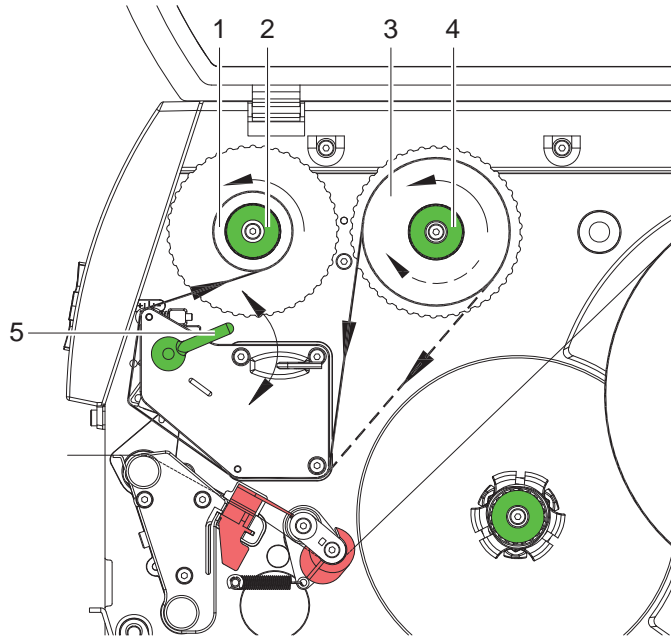

Bild 14 Transferfolienlauf
2. Hebel (5) in Gegenuhrzeigerrichtung drehen, um den Druckkopf anzuheben.
3. Transferfolienrolle (3) so bis zum Anschlag auf den Abwickler (4) schieben, dass die Farbbeschichtung der Folie beim Abwickeln nach unten weist. Beim Abwickler (4) ist keine Rotationsrichtung vorgegeben.
4. Transferfolienrolle (3) festhalten und Drehknopf am Abwickler (4) gegen den Uhrzeigersinn drehen, bis die Transferfolienrolle fixiert ist.
5. Geeigneten Transferfolienkern (1) auf den Transferfolienaufwickler (2) schieben und in gleicher Weise fixieren.
6. Transferfolie wie in Bild 14 durch die Druckmechanik führen.
7. Transferfolienanfang mit einem Klebestreifen am Transferfolienkern (1) fixieren. Hierbei die Rotationsrichtung des Transferfolienaufwicklers entgegen dem Uhrzeigersinn beachten.
8. Transferfolienaufwickler (2) entgegen dem Uhrzeigersinn drehen, um den Transferfolienlauf zu glätten.
9. Hebel (5) in Uhrzeigerrichtung drehen, um den Druckkopf zu verriegeln.